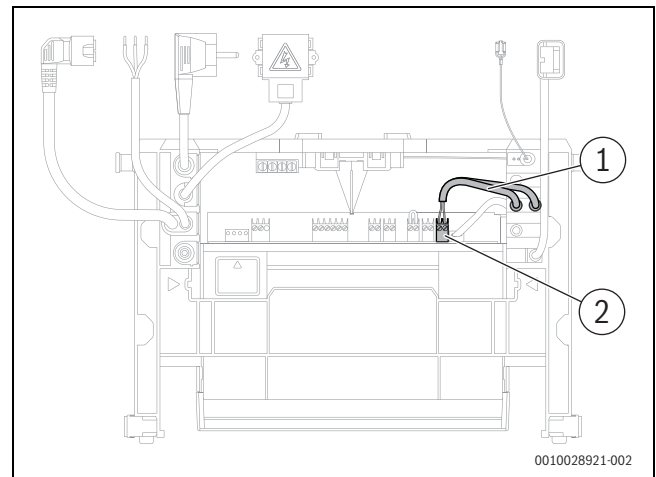

Bild 112 EMS-BUS-Kabel des Solarmoduls MS 100 und der Bedieneinheit auf der Niederspannungsseite anschließen
- Die Doppel-Zugentlastung mit den beiden EMS-BUS-Kabeln in die Aufnahme am Steuergerät einsetzen (→ Bild 112, [1]).
- Stecker mit den beiden Kabeln am BUS-Steckplatz anschließen (→ Bild 112, [2]).